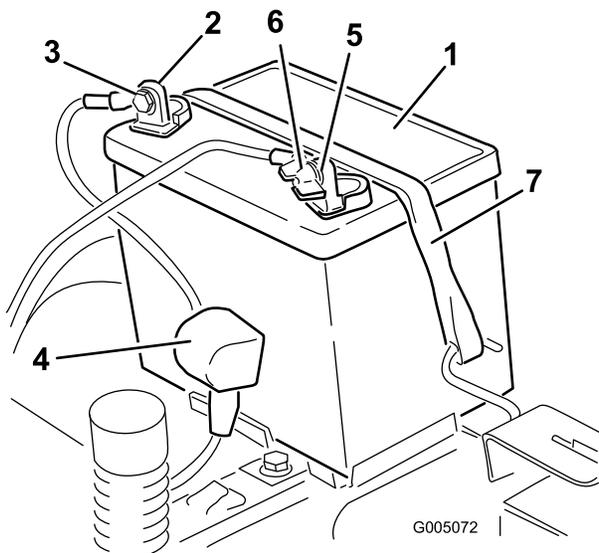

Figura 30
4. Desconecte el cable negativo de tierra (negro) del borne de la batería (Figura 30). Guarde todos los herrajes.
5. Deslice hacia arriba la cubierta de goma del cable positivo (rojo). Desconecte el cable positivo (rojo) del borne de la batería (Figura 30). Guarde todos los herrajes.
6. Retire la correa de sujeción de la batería (Figura 30) y levante la batería para retirarla de su bandeja.
1. Coloque la batería en la bandeja, con los bornes hacia el puesto del operador (Figura 30).
5. Fije la batería con la correa de sujeción (Figura 30).